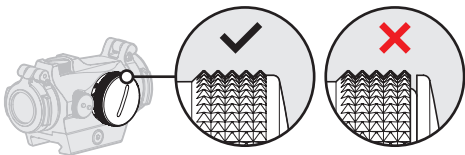

Fig. 6 Compartimento de la batería con tapa de la batería
Limpie las superficies de contacto del compartimento de la batería y compruebe que la batería (7) funcione y que esté instalada correctamente conforme a 2.1.1. Compruebe que haya **cero** espacio entre la tapa de la batería (6) y el compartimento de la batería. Consulte la Fig. 6. Si el conmutador giratorio (8) es defectuoso, comuníquelo a su distribuidor/armero local.